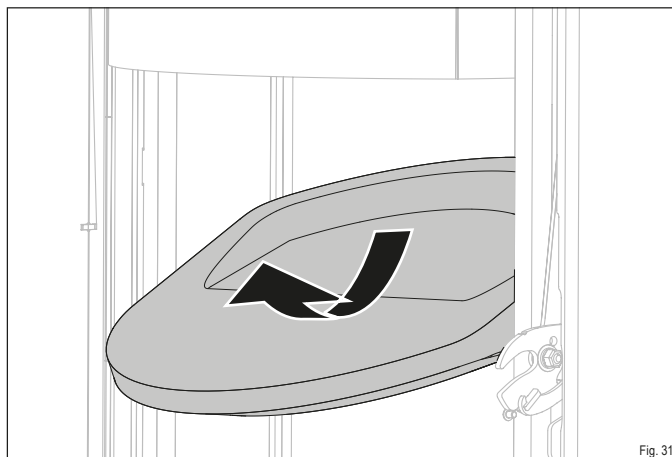

Fig. 31
- Retirez délicatement la pierre thermique supérieur de son support comme indiqué (Fig. 31).